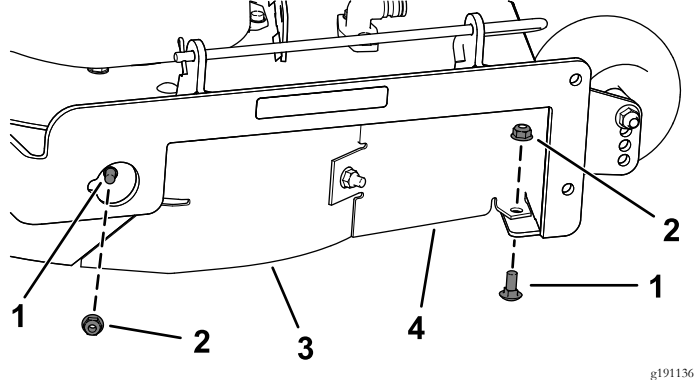

Figura 31
7. Rimuovete i 2 bulloni a testa tonda (5/16 x 3/4 poll.) e i 2 dadi di bloccaggio (5/16 poll.) che fissano il deflettore destro e la protezione del deflettore assemblati sul piatto di taglio (Figura 31).